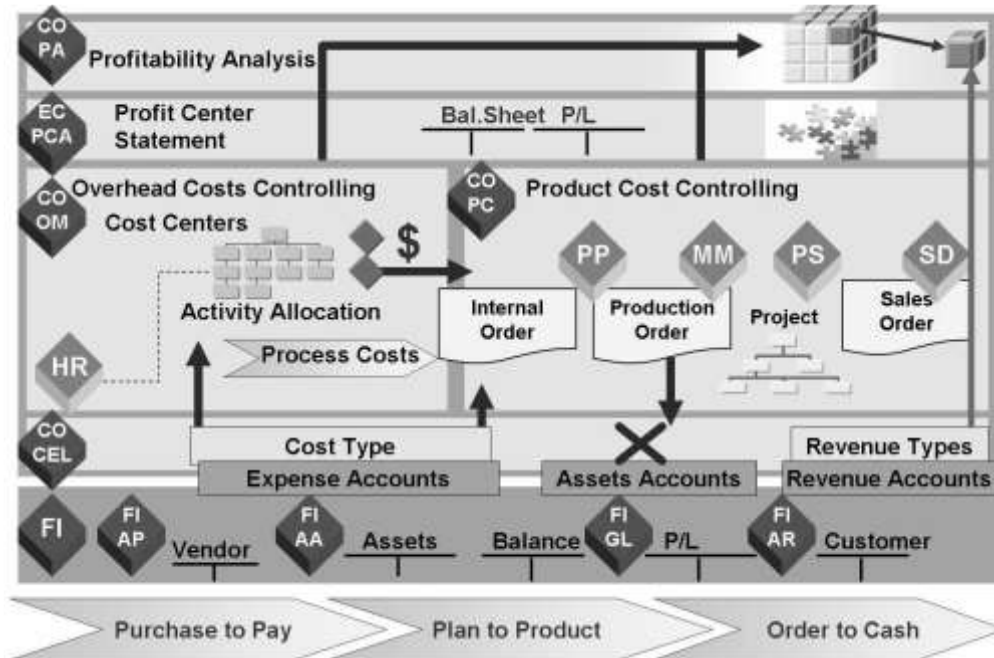

Figura 32: Integrare (Copyright SAP AG)
FI și CO sunt integrate nativ prin diverse puncte conform modului ilustrat în figura 32. În cele ce urmează sunt descrise succint elementele din figură împreună cu modul în care realizează integrarea în sistem.
Managementul Costurilor de Regie (Overhead Management, Figura 32) – **CO-OM** – se focalizează la asimilarea costurilor care nu pot fi atribuite direct bunurilor și serviciilor companiei și pentru care este posibilă alocarea lor viitoare pe o bază efect-cauză. Atribuirile conturilor pentru aceste costuri sunt, de exemplu, centre de cost și comenzi interne. Toate datele relevante pentru costuri sunt transportate automat de la FI la CO. Ca parte a acestui proces sistemul asignează automat cheltuielile și veniturile la diverse obiecte de asignare a conturilor CO cum ar fi centre de cost, procese de business, proiecte sau comenzi. Conturile relevante din FI sunt gestionate în CO sub formă de elemente de cost/ cheltuieli sau de venit, conform cazului. Centrele de cost furnizează astfel informații despre locul în care au loc costurile în companie. Aceasta înseamnă că, în cadrul de lucru al procesului de planificare, pot fi planificate nu numai costurile ci și serviciile interne pentru calculul de preț pe tipuri de activități. Dacă peste ani, centrele de cost fac servicii pentru alte centre de cost sau pentru domeniul valoare-adăugată al companiei, serviciile – evaluate cu prețuri – află calea lor la respectivii recipienți (clienți). La sfârșitul perioadei sunt determinate soldurile obiectelor de regie și care sunt alocate ulterior la controlul prețului de cost al produsului sau la contabilitatea rentabilității vânzărilor. Controlul costurilor cu regia examinează cauzalitatea costului ariilor funcționale ale companiei. Tradițional costurile de regie au fost alocate de la centrele de cost la obiectele de cost utilizând diverse metode cum ar fi alocarea pe bază de procente predefinite din costul de regie sau alocare pe bază de activități. Controlul costurilor de regie are două componente: contabilitatea centrelor de cost (CCA) și comenzi interne (IO).